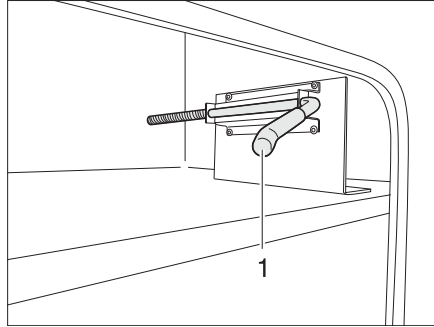

Fig. 46 Gancho de retención de trampilla exterior, posición inicial
- Extraer el gancho de retención (Fig. 46,1) con la otra mano.
- Empujar el gancho de retención con cuidado de regreso a la posición inicial (Fig. 46,1).